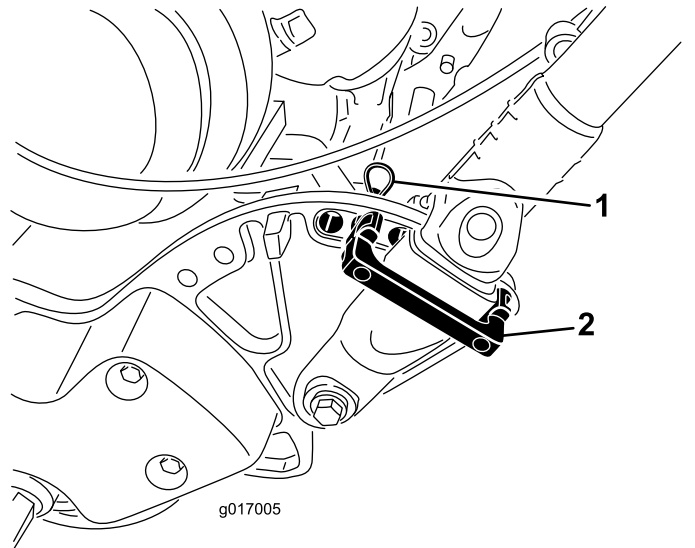

Figura 27
1. Retire las chavetas de los seguros de retención del manillar en cada lado de la máquina (**Figura 27**).
2. Sujetando el manillar, retire las chavetas de cada lado y gire el manillar a la posición de operación deseada (**Figura 27**).